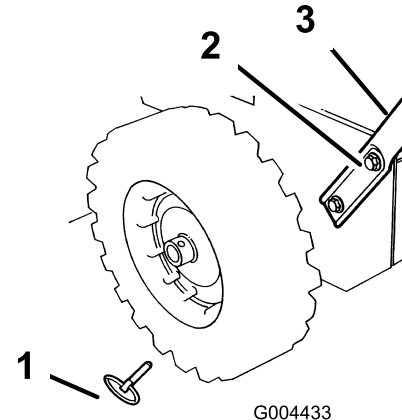

Bild 3
- Entfernen Sie die Achszapfen an beiden Rädern (Bild 3) und schieben die Räder ungefähr 3 cm auf der Achse nach außen.
- Richten Sie die Löcher auf der linken Seite des Griffs mit den Löchern in der linken Seitenplatte aus und ziehen Sie den Griff mit zwei Kopfschrauben und Wellenscheiben mit der Hand an (Bild 3).